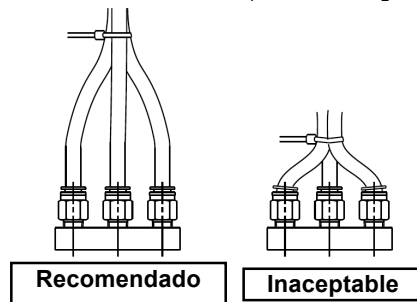

Figura 7
- No aplique una fuerza externa sobre los racores cuando doble los tubos para unirlos por medio de bandas, etc. (consulte la Figura 7).